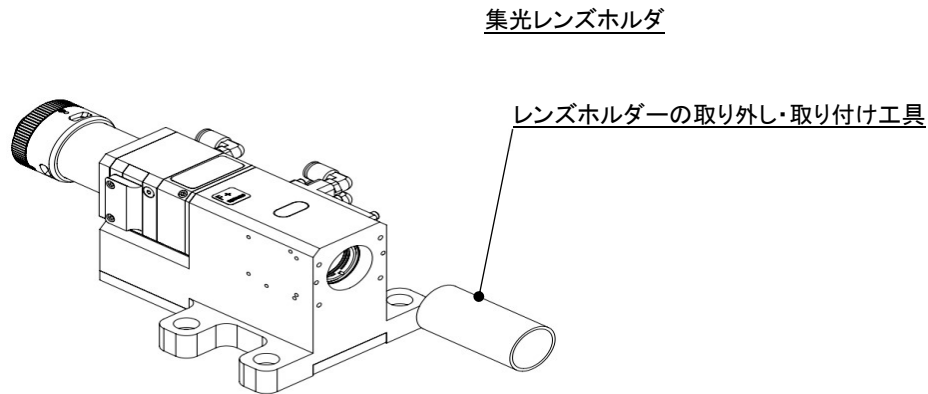

図 6.8 - 集光レンズホルダの取り外しと取り付けツール
- 図 6.8 に示すように、レンズ撮影ツールを使用して集光レンズホルダーを取り外します。